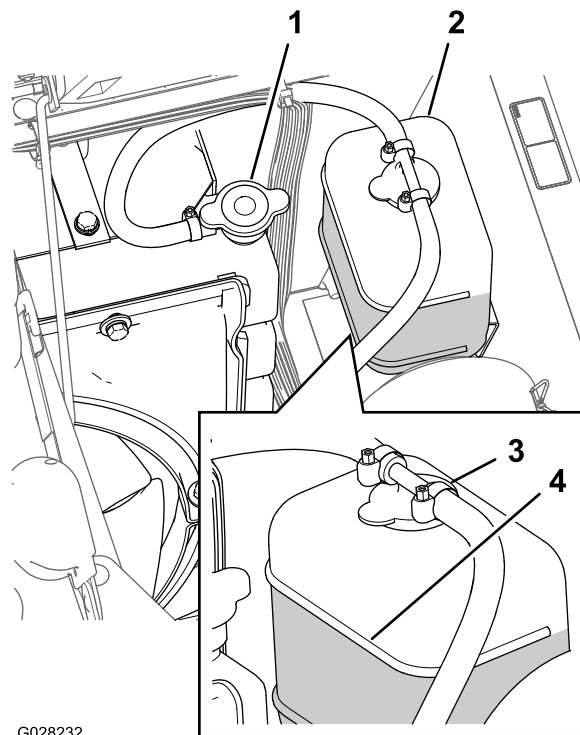

图 103
3. 小心拆下散热器盖和膨胀水箱盖 图 103。
**注意** 散热器中的冷却液应添加至加油颈的顶部而膨胀水箱中的冷却液应添加至水箱上的“已满”标记处 图 103。
5. 如果冷却液液位较低请拆下膨胀水箱盖和散热器盖然后将膨胀水箱添加至“已满”标记处将散热器添加至加油颈的顶部 图 103。
6. 安装散热器盖和膨胀水箱盖 图 103。
2. 发动机冷却后拆下散热器盖 图 103。
6. 拆下散热器盖 图 103。
8. 在散热器上的盖子松开的情况下启动发动机 图 103。
10. 冷却液变热之后把冷却液液位添加至盖子的密封面处盖紧盖子 (图 103)。
11. 打开膨胀水箱盖向水箱添加冷却液至“冷”位置 图 103。